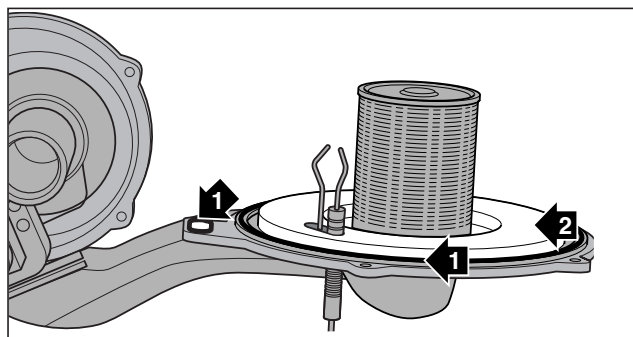

Fig. 7.5 Controllare le guarnizioni e l'isolamento della flangia del bruciatore
**Le due guarnizioni (1) sul modulo termico compatto (fig. 7.5) devono essere sostituite in occasione di ciascuna manutenzione.**
**L'isolamento della flangia del bruciatore (2) sul modulo termico compatto (fig. 7.5) non deve presentare alcun danno; in caso contrario procedere alla sua sostituzione.**